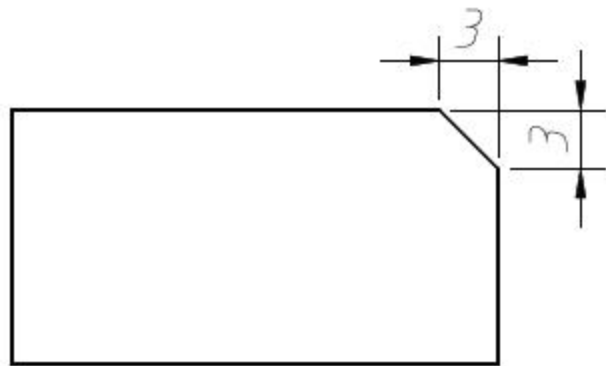

图4-110 设置倒角距离
- 放弃 (U)：放弃上一次的倒角操作。
- 多段线 (P)：对整个多段线每个顶点处的相交直线进行倒角，并且倒角后的线段将成为多段线的新线段。
- 距离 (D)：通过设置两个倒角边的倒角距离来进行倒角操作，如图4-110所示。